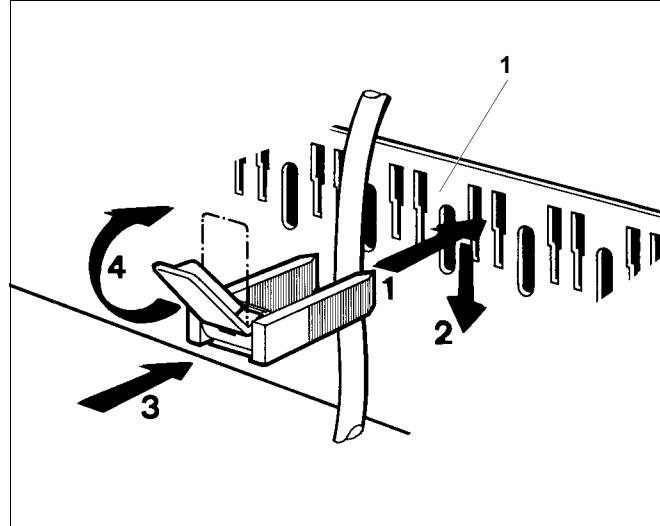

Рис. 16 Крепление провода хомутом
- Вставьте хомут с вложенным в него проводом сверху в щели рамки (рис. 16, **поз. 1**); пластина рычага при этом должна быть направлена вверх (рис. 16, **шаг 1**).
- Сдвиньте хомут вниз (рис. 16, **шаг 2**).
- Нажмите (рис. 16, **шаг 3**).
- Поверните рычажок вверх (рис. 16, **шаг 4**).